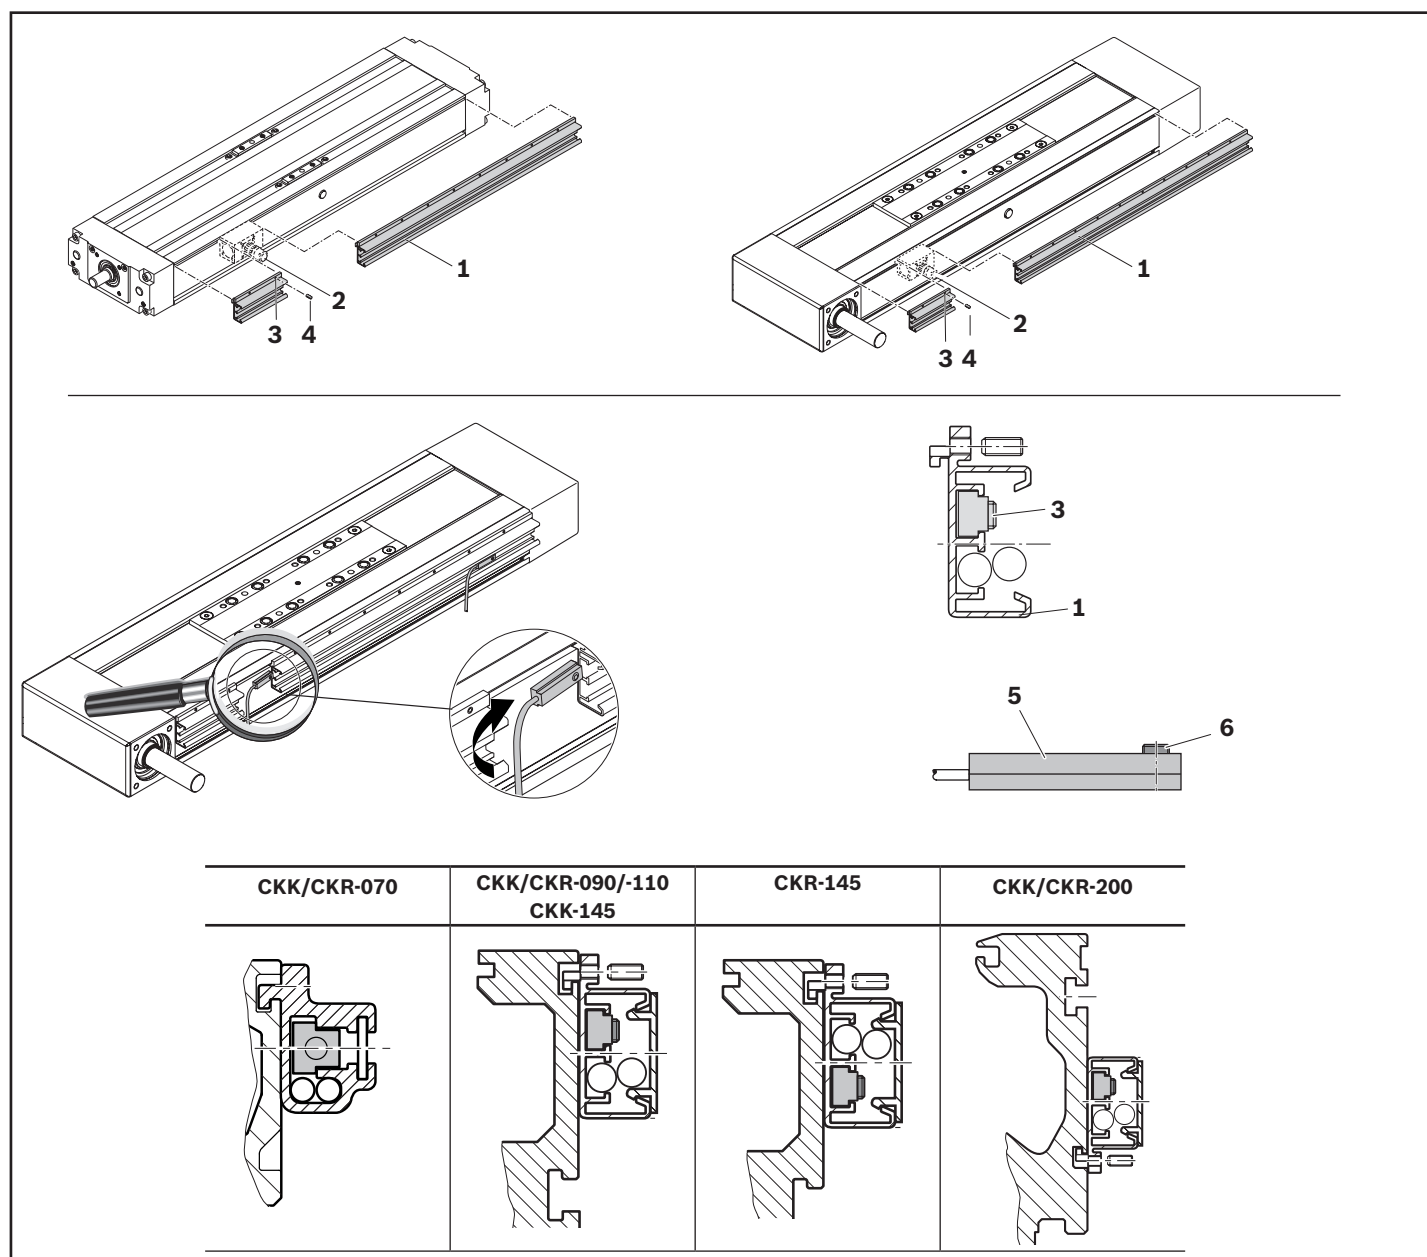

Fig. 7: Befestigungskanal/Magnetischer Sensor montieren
1. Länge des Befestigungskanals (1) ausmessen, absägen und entgraten.
2. Wenn nötig zusätzliches Befestigungsgewinde M 2,5 (3) herstellen.
3. Befestigungskanal ohne Deckel einhängen (auf richtige Lage achten) und mit den beiliegenden Gewindestiften (4) fixieren.
► Fig. 7 zeigt CKR; für CKK ist die Montage identisch.
1. Sensor (5) in den Befestigungskanal (1) so einschieben, dass der Gewindestift (6) am Sensor (5) nach außen zeigt.